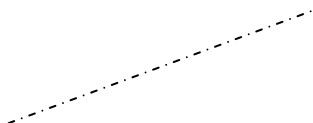

图 4.13.3 绘制中心线
Step2. 单击 草绘 区域中的  中心线 按钮, 绘制图 4.13.3 所示的中心线。